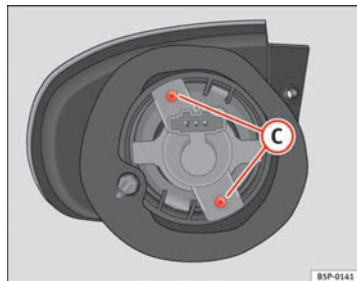

Fig. 198 Feux clignotants
- Dévissez les vis ⇒ fig. 198 **C** des douilles d'ampoule et tirez dessus.
- Dévissez les vis ⇒ fig. 198 C des douilles d'ampoule et tirez dessus.